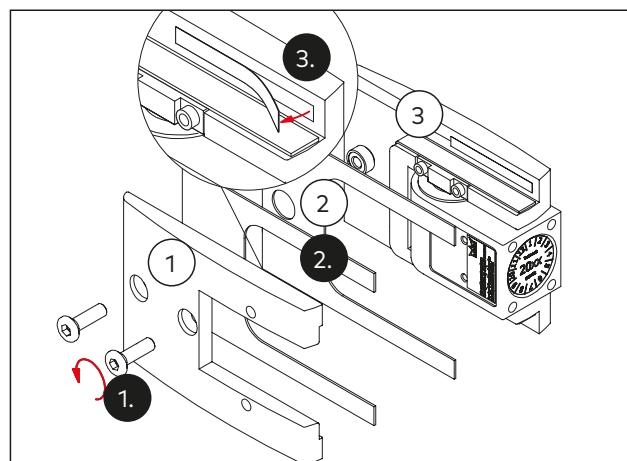

Abb. 14 Vorbereitung des Pendeltürbands
1. Die Gegenplatte (Abb. 14/1) abschrauben.
2. Die passenden Zwischenlagen (Abb. 14/2) nach der Glasdicke auswählen (siehe Tabelle Kapitel 4).
3. Die Schutzfolien der Klebestreifen auf der Trage- und der Gegenplatte (Abb. 14/1 und Abb. 14/3) abziehen.